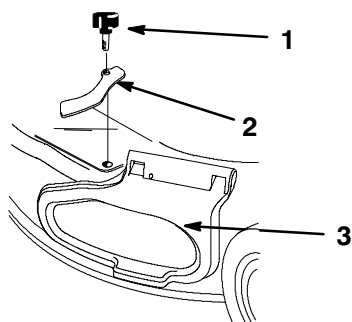

Figure 35
3. Retirer le bouton et la bride de blocage du couvercle d'éjection latérale (Fig. 35).
3. Retirer le bouton et la bride de blocage du couvercle d'éjection latérale, puis replacer le bouton et conserver la bride pour un usage ultérieur (Fig. 35).
4. Soulever le couvercle d'éjection latérale (Fig. 35).